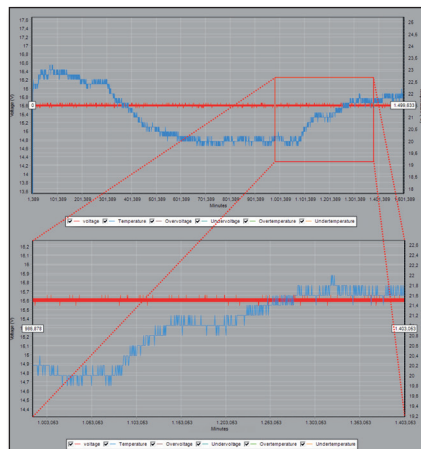

Figura 19: Ejemplo de zoom de cerca
Paso 7b. Además del panel de Navegación del gráfico, se puede navegar el gráfico con el ratón. Pulsando el botón izquierdo del ratón y arrastrando de arriba a la izquierda a abajo a la derecha por el campo de inspección, se aumentará el campo seleccionado. También se puede alejar la vista pulsando el botón izquierdo del ratón y arrastrando de abajo a la derecha a arriba a la izquierda y pulsando en el botón «Unzoom». En la figura 19 se puede ver un ejemplo de zoom de cerca.